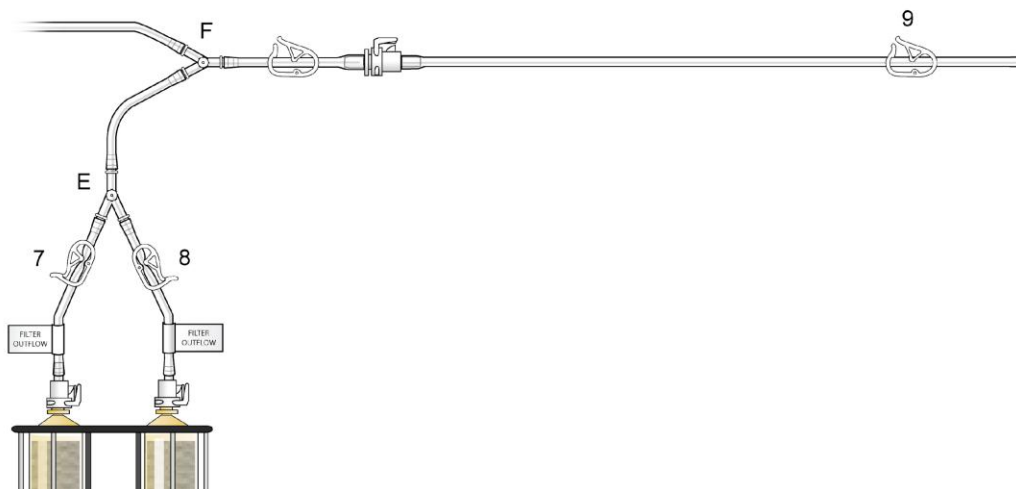

Figure 10
- (i) Retirer la « conduite d'amorçage/de rinçage » de sa poche stérile et la fixer au raccord rapide situé à proximité du connecteur en Y « F », comme indiqué sur la figure 10. Placer l'extrémité ouverte de la « conduite d'amorçage/de rinçage » dans le bassin pour recueillir l'effluent de rinçage pendant l'hydratation du filtre.